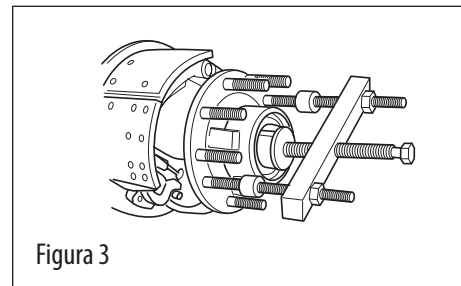

Figura 3
- a. Si es difícil quitar la maza porque el sello está trabado en el husillo, utilice un extractor mecánico para eliminar la maza (vea la figura 3).